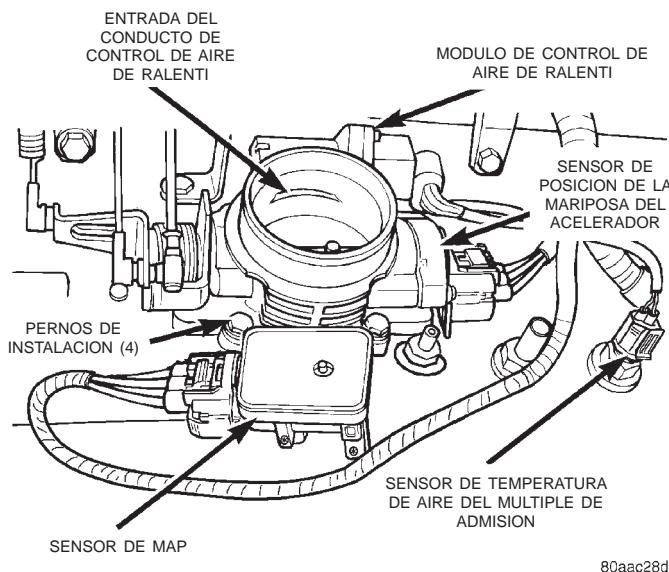
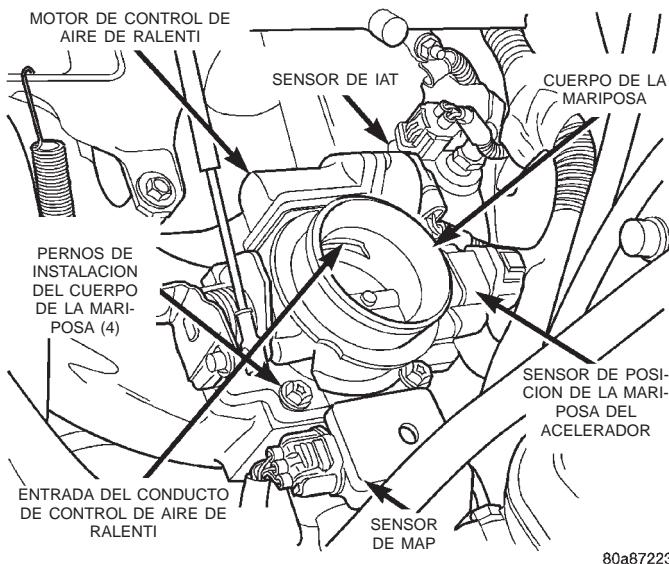
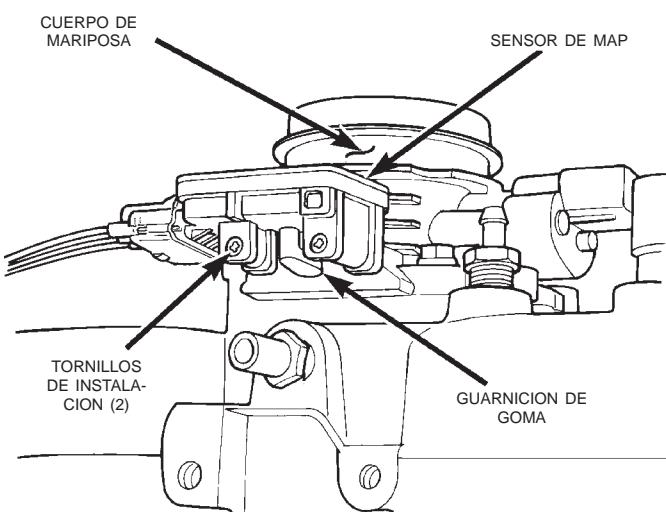

Fig. 44 Localización de cuerpo de mariposa y sensores—Motor 4.0L
Fig. 45 Localización del cuerpo de la mariposa y los sensores—Motor 2.5L
Fig. 49 Instalación del sensor de MAP
- (1) Retire el tubo del depurador de aire del cuerpo de mariposa.
- (2) Desconecte los conectores eléctricos del cuerpo de mariposa del sensor de MAP, del motor de IAC y del TPS (Fig. 44) o (Fig. 45).
- (3) Retire todos los cables de control del brazo (palanca) del cuerpo de mariposa. Para obtener infor-
El TPS está instalado en el cuerpo de mariposa (Fig. 44) o (Fig. 45).
El motor de IAC está situado en el costado del cuerpo de la mariposa (Fig. 44) o (Fig. 45).
El sensor de MAP está instalado en el costado del cuerpo de la mariposa (Fig. 44) o (Fig. 45). Para conectar el sensor de MAP al cuerpo de la mariposa se utiliza una guarnición de goma en forma de L (Fig. 49).
- (1) Retire el tubo de entrada del depurador de aire al cuerpo de la mariposa.
- (2) Retire los dos pernos de instalación del sensor de MAP (tornillos) (Fig. 49).
- (3) Mientras retira el sensor de MAP, aparte la guarnición de goma en forma de L (Fig. 49) del cuerpo de mariposa.
- (4) Retire la guarnición de goma en forma de L del sensor de MAP.